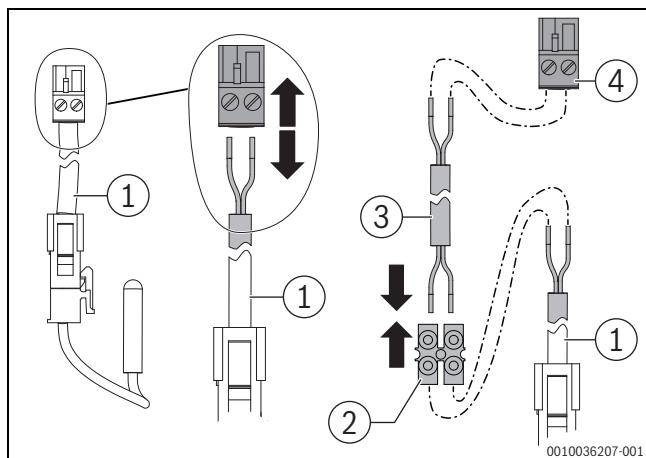

Fig. 38 Prolungamento del cavo della sonda temperatura di mandata
Se si desidera installare la sonda temperatura di mandata riscaldamento all'esterno dell'unità interna, a scelta sull'accumulatore inerziale o a valle del bypass, essa deve essere rimossa completamente dall'unità interna (→figura 37), prevedendo eventualmente un cavo prolunga idoneo (H03VV-F 2x0,5 mm2) di lunghezza adeguata, come di seguito descritto (→fig. 38).
- ▶ Smontare il connettore dal cavo conduttore (→fig. 38).
- ▶ Montare il connettore sul cavo prolunga (→fig. 38) e inserirlo nel collegamento T0.
- ▶ Collegare il cavo prolunga al cavo conduttore della sonda di temperatura per mezzo del morsetto di collegamento (→fig. 38).